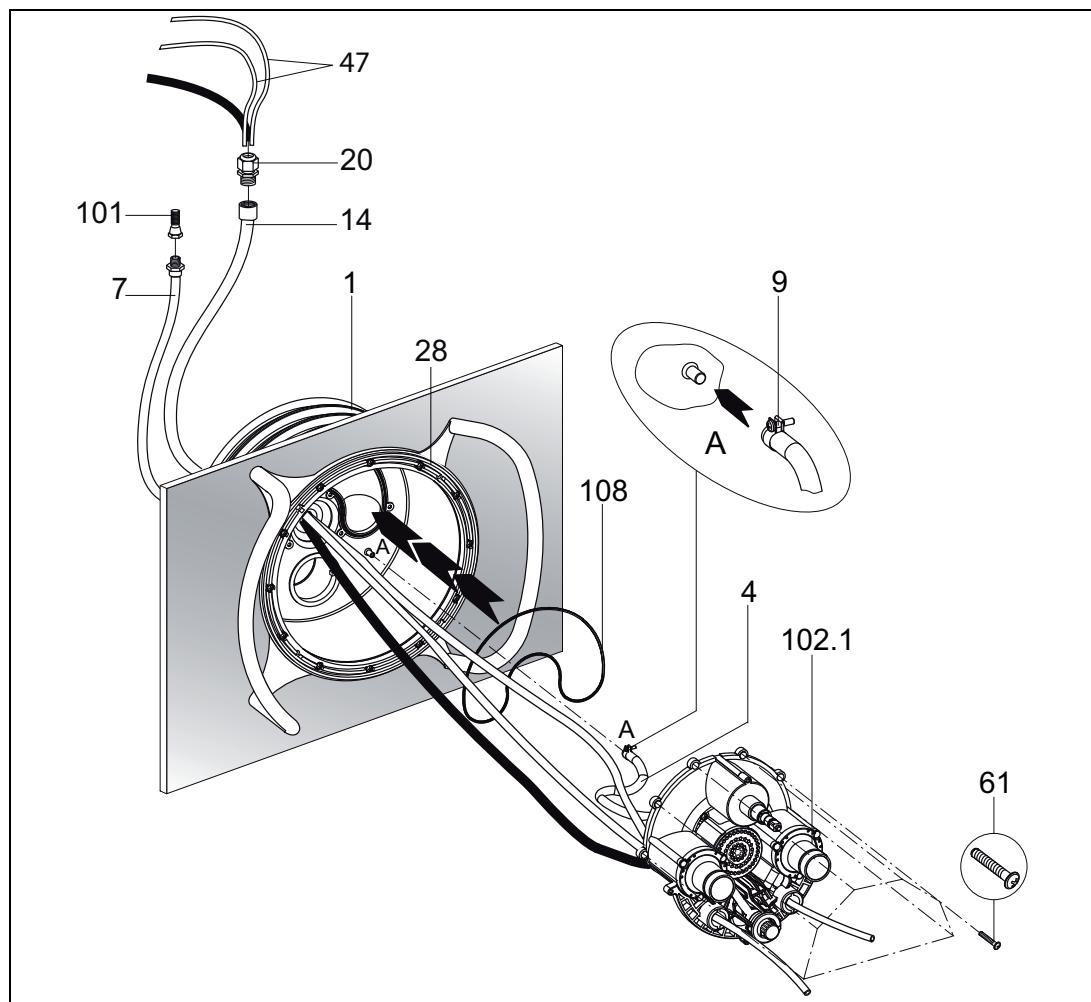

Abb.10
2. O-Ring (**108**) in das Einbaugehäuse (**1**) einlegen (Abb. 10).
3. Die zehn beigelegten Schneidschrauben (**61**) in das Düsengehäuse einschrauben. Vormontiertes Düsengehäuse (**102.1**) am Einbaugehäuse (**1**) ansetzen (Abb. 10).
4. Pneumatikschläuche (**47**) und Kabel des Scheinwerfers durch Schutzschlauch (**14**) führen und mit Kabelverschraubung (**20**) abdichten (Abb. 10).
5. Innere Luftpfeilung (**4**), die am Düsengehäuse (**102.1**) bzw. Luftregelung bereits komplett vormontiert ist, mit Schlauchklemme (**9**) am Einbaugehäuse (**1**) befestigen (Abb. 10).
6. Pneumatikschläuche durch die unteren bzw. äußeren Öffnungen vom Düsengehäuse (**102.1**) führen (Licht EIN/AUS links; Pumpe EIN/AUS rechts); (Abb. 10)
7. Das kpl. Düsengehäuse (**102.1**) am Einbaugehäuse (**1**) ausrichten und die zehn vormontierten, selbstschneidenden Schrauben (**61**) befestigen (Abb. 10).